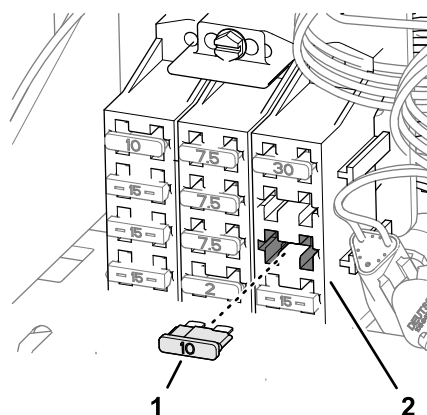

Figura 189
8. Introduzca el fusible (10 A) en el zócalo del bloque de fusibles (Figura 189) del circuito de alimentación de accesorios que utilizó en el paso 5.